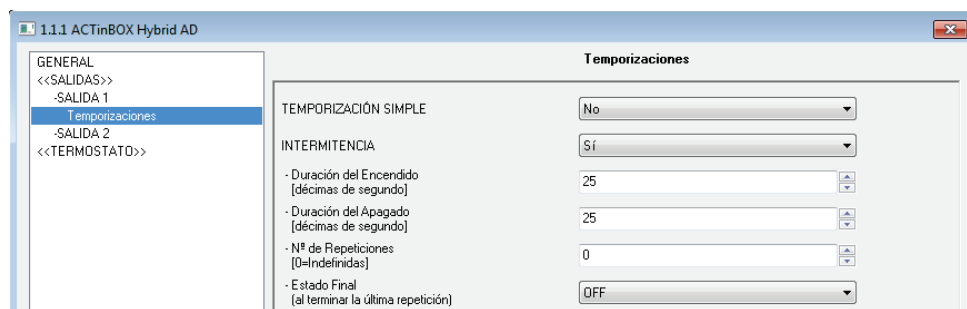

Figura 9. Pantalla de temporizaciones. Intermitencia
- **Intermitencia** (Figura 9): Permite la ejecución de secuencias de encendidos y apagados intermitentes, parametrizando para ello una duración para el encendido y otra para el apagado, así como el número de veces que esta secuencia de encendidos y apagados se repetirá (si en el parámetro “Número de repeticiones” se elige el valor 0, la secuencia se repetirá indefinidamente, hasta que llegue una orden de apagado de la intermitencia, “[SX] Intermitencia=0”). También se puede definir el estado en que quedará la salida al terminar la última repetición (puede elegirse entre salida apagada o encendida).